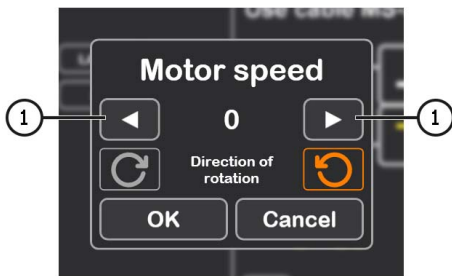

图26.
4.1. 启用检测模式后，将打开交流发电机预检窗口，见图 26。
4.2. 使用交流发电机驱动控制按钮（见图 26 中位置 1），将交流发电机皮带轮转速设置在 100 至 150 rpm 范围内。
4. 在启用检测模式前，将打开交流发电机预检窗口（见图 26）。
4.1. 使用交流发电机驱动控制按钮（见图 26 中位置 1），将交流发电机皮带轮转速设置在 100–150 rpm 范围内。
5.按下 “Automatic test” 按钮后，将打开交流发电机预检窗口（见图 26）。
5.1. 使用交流发电机驱动控制按钮（见图 26 中位置 1），将交流发电机皮带轮转速设置在 100–150 rpm 范围内。
5. 按下 “Manual test” 按钮，将打开交流发电机预检窗口 (见图 26)。
6.1. 使用交流发电机驱动控制按钮（见图 26 中位置 1），将交流发电机皮带轮转速设置在 100–150 rpm 范围内。